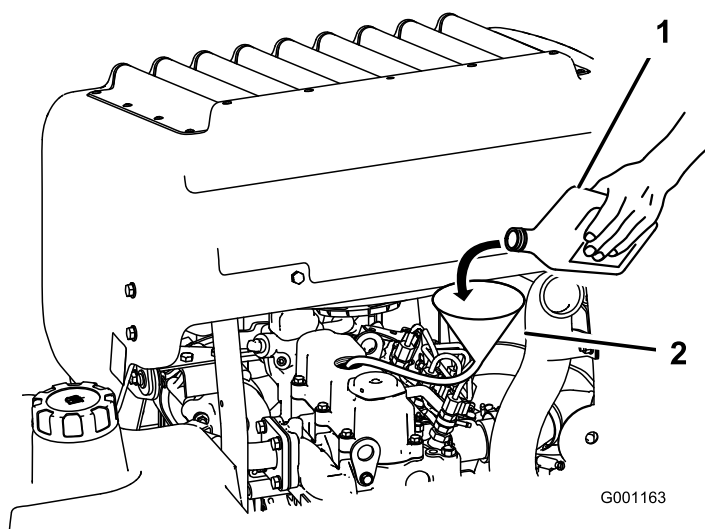

Figure 46
3. Utilisez un tuyau et un entonnoir pour faire l'appoint d'huile moteur (Figure 46).